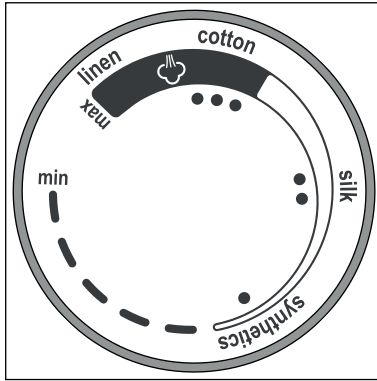

Fig. 5
Placez toujours le thermostat ③ sur le niveau de température le plus bas **min** avant de mettre l'appareil en marche. Les symboles sur le thermostat ③ correspondent aux réglages suivants (voir également Fig. 5) :